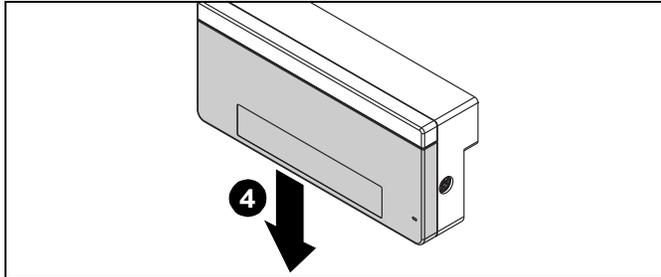

Figure 28
- Retirez et gardez le cache du capteur tactile. (Voir figure 28)